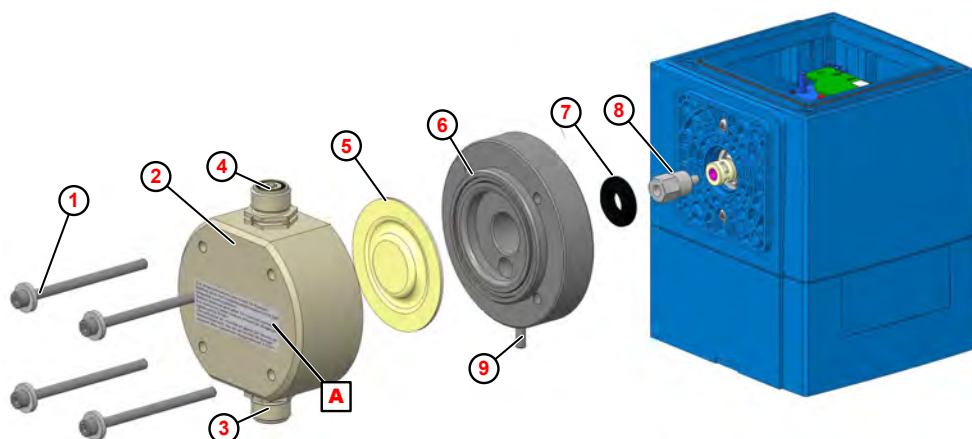

Fig. 24: Sostituzione di testa pompa, membrana e membrana protettiva
1. ► Svitare la valvola di aspirazione e di mandata ( Fig. 24 , ③ e ④ ).
2. ► Allentare e togliere le viti della testa pompa ① .
3. ► Togliere la testa pompa ② .
4. ► Svitare la membrana ⑤ .
5. ► Rimuovere la piastra intermedia ⑥
6. ► Togliere la membrana protettiva ⑦ .
8. ► Inserire la piastra intermedia in modo tale che l'elemento di uscita membrana ⑨ sia rivolto verso il basso.